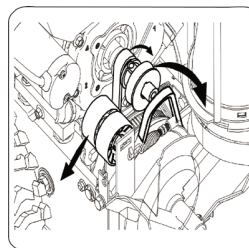

Figure 29
c. Soulevez la courroie d'entraînement de la poulie du moteur. Voir la figure 29.